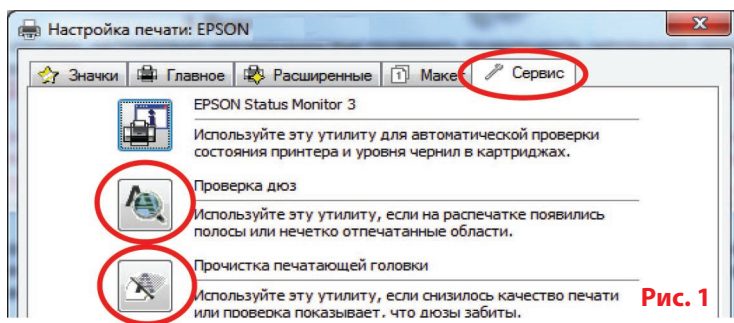

Рис. 1
1.2. Напечатайте тест проверки дюз для оценки работоспособности принтера. Для этого вызовите диалоговое окно настройки печати принтера: в Windows нажмите „Пуск“ > „Панель управления“ > „Принтеры и факсы“ > нажимаем правой кнопкой мыши на нужном принтере (МФУ) > в контекстном меню выбираем „Настройка печати“ > в открывшемся окне (Рис. 1) выбираем вкладку “Сервис” > нажимаем кнопку “Проверка дюзов”.
Если тест дюз дал положительный результат переходите к установке СНПЧ. Результат отрицательный, выполните рекомендации по прочистке печатающей головки программными средствами принтера ((Рис. 1) Вкладка “Сервис”, кнопка “Прочистка печатающей головки”), если это не дает положительного результата обратитесь в специализированный сервисный центр для ремонта принтера и промывки печатающей головки.